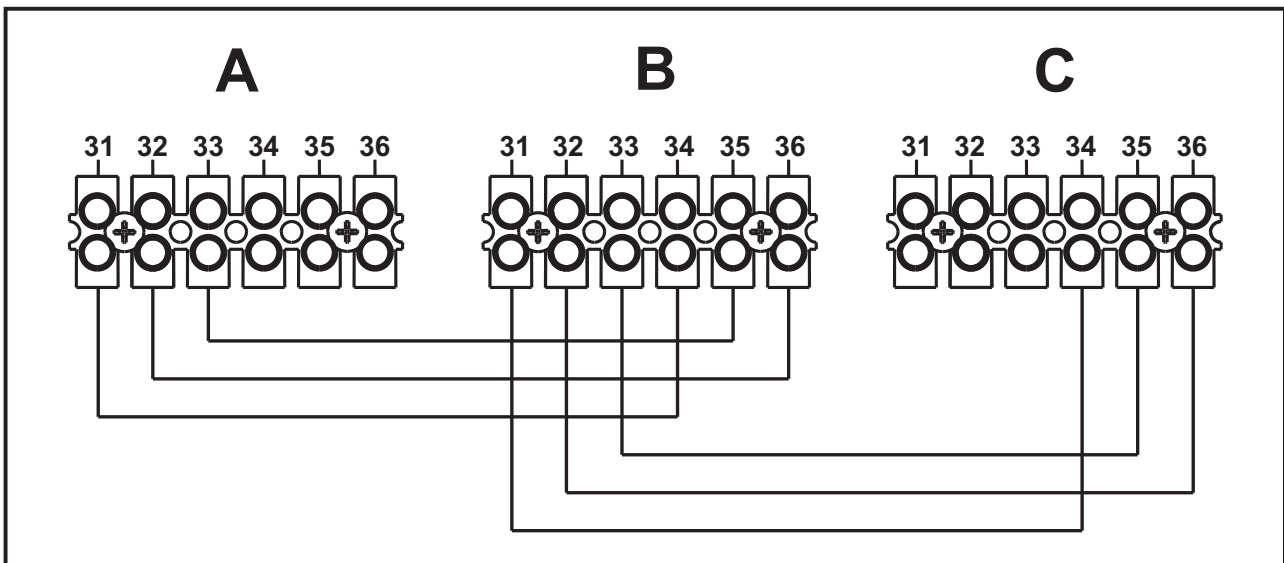

рис. 56 - Подключение по каскадной схеме
1. Подключите модули, как показано на рис. 56 (пример с 3-мя модулями)
В противном случае перекройте электрическое питание и проверьте кабельные соединения в рис. 56.